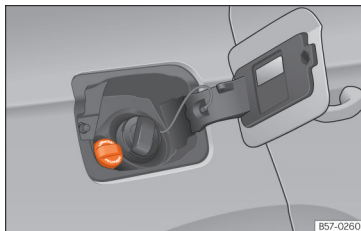

Fig. 184 AdBlue tank cap.
- Open the tank cover »» **Fig. 184**.
»» Fig. 184.